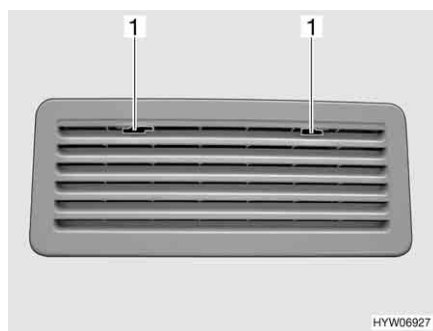

Fig. 114 Griglia di aerazione del frigorifero (Thetford)
- Spingere verso il centro l'arresto (Fig. 114,1).